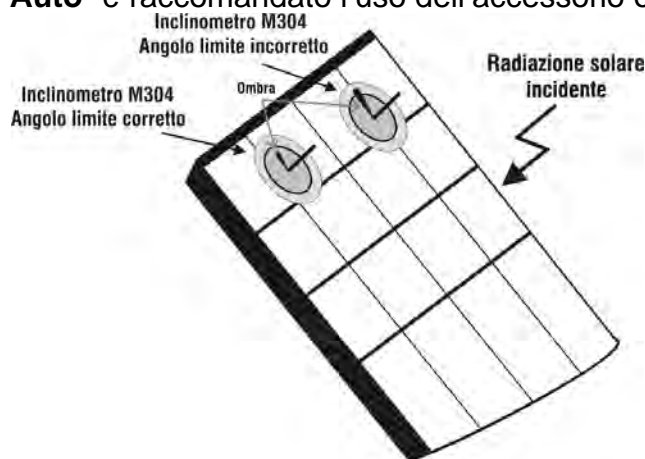

Fig. 10: Posizionamento inclinometro M304
18. Montare lo stelo sul disco dell'accessorio M304 (inclinometro) in dotazione e tenerlo appoggiato sul piano del modulo. **Verificare che l'ombra dello stelo proiettata sul disco cada entro il "cerchio concentrico limite" interno al disco stesso (vedere Fig.10).** In caso contrario l'angolo tra i raggi solari e la superficie del modulo è troppo elevato e pertanto le misure eseguite dallo strumento **NON** sono da ritenere attendibili. Ripetere le operazioni in altri momenti della giornata.